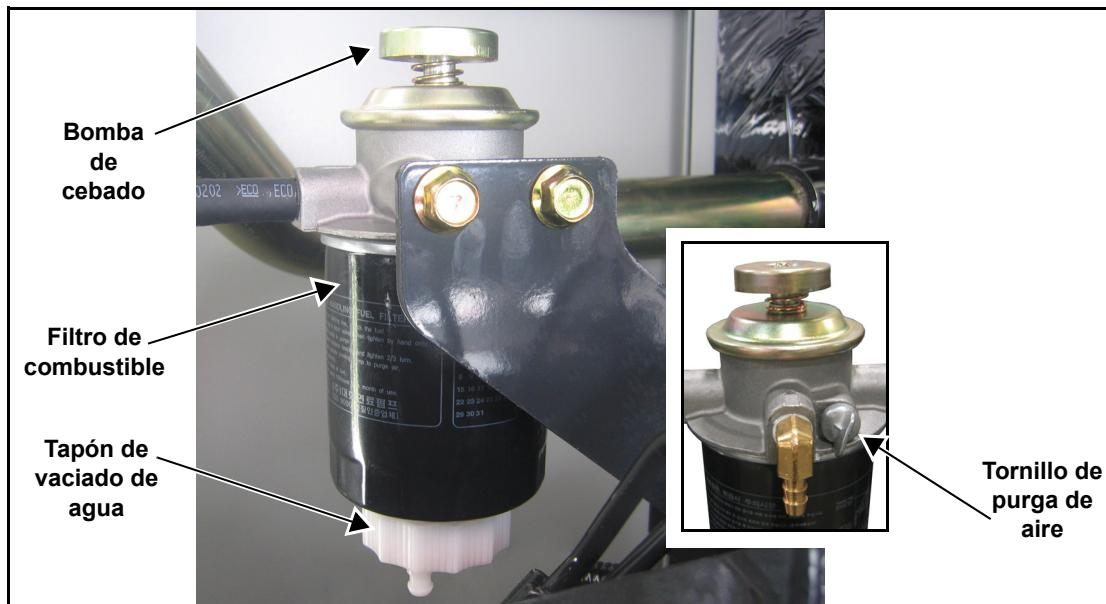

Figura 5-18. Cebado del sistema de combustible
- Afloje lentamente el tapón de vaciado de agua. Vea la Figura 5-18.